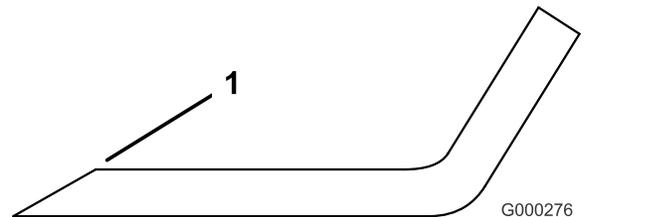

図 126
3. すべてのブレードの刃先を点検し、刃先が丸くなっていたり打ち傷がある場合には研磨する 図 126。
注 研磨は刃先の上面だけに行い、刃の元々の角度を変えないように十分注意する 図 126。両方の刃先から等量を削るとブレードのバランスを維持することができます。